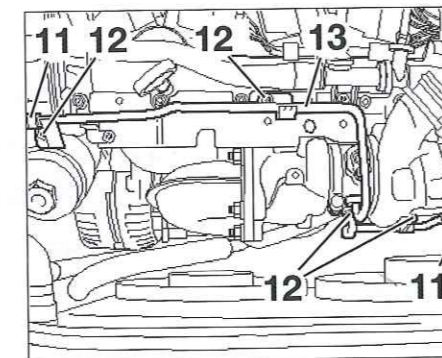

Fig. 52
- Desconectar los manguitos (11) del tubo (13) de líquido de refrigeración (Fig.52).
- Desmontar los tornillos de fijación (12) y retirar el tubo (13) de líquido de refrigeración.